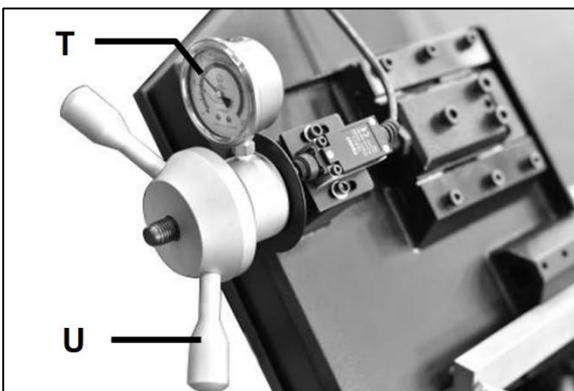

Figure 8-4 : Jauge de tension de la lame
La tension de la lame est indiquée sur la jauge de tension de la lame (T, Fig 8-4). Tournez le levier de tension (U) dans le sens horaire jusqu'à ce que la tension de lame correcte soit atteinte (couleur verte).